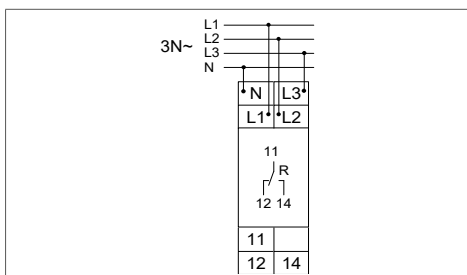

Figura 5: Ligação elétrica, trifásica
- Ligar e cablar o aparelho de acordo com a figura 5.